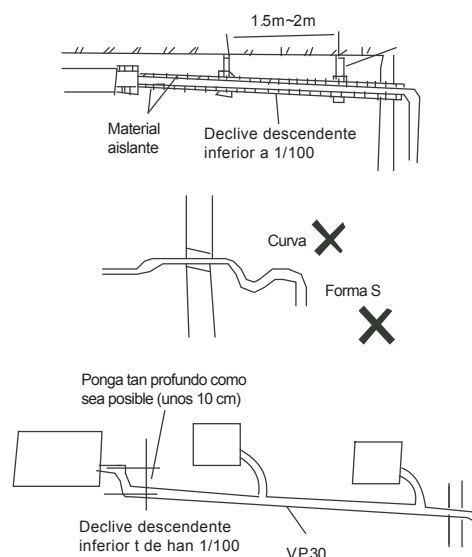

Fig. 8-1
- Refiérase a la Fig.8-1 para la instalación de las tuberías.